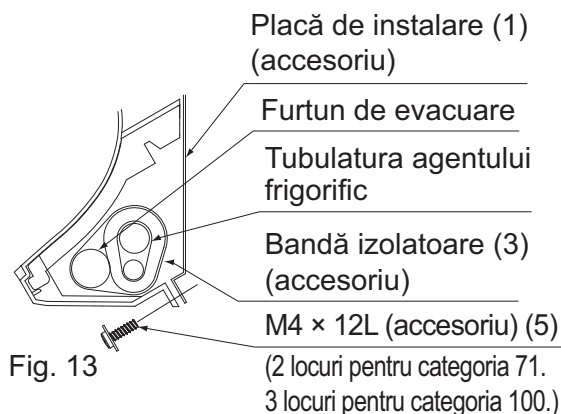

Fig. 13
- Fixați unitatea interioară pe placa de instalare (1) cu șuruburile de fixare (5). (Consultați Fig. 13)